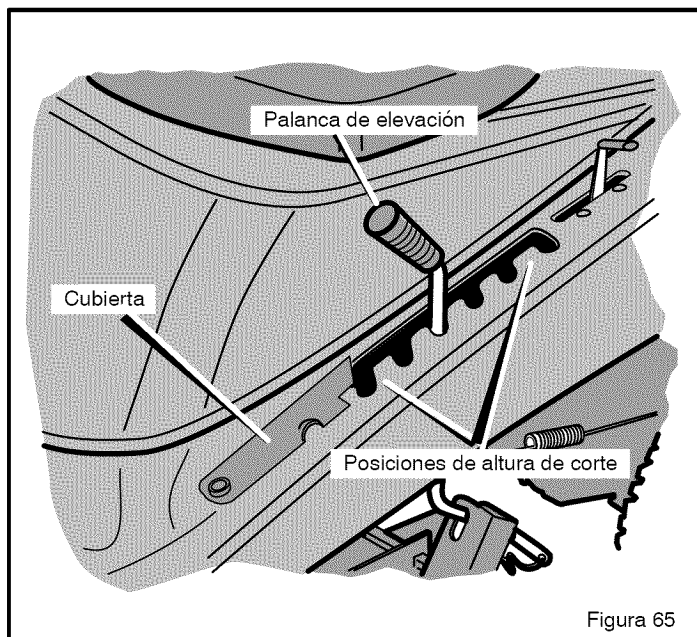

Figura 65
9. Levante la **palanca de elevación** desde la posición de AJUSTE DE NIVEL hasta la posición de ALTURA DE CORTE (Figura 65).